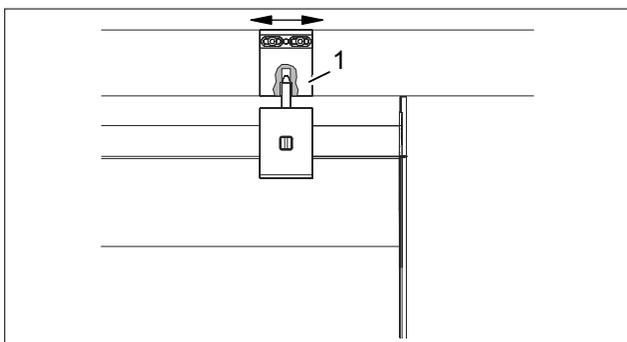

Abb. 40 Feststeller-Oberteil ausrichten
4. Bei Bedarf Feststeller-Oberteil (Abb. 40/1) horizontal auf den Bolzen ausrichten (Abb. 40). Dazu die Schrauben leicht lösen und nach dem Ausrichten wieder festziehen.